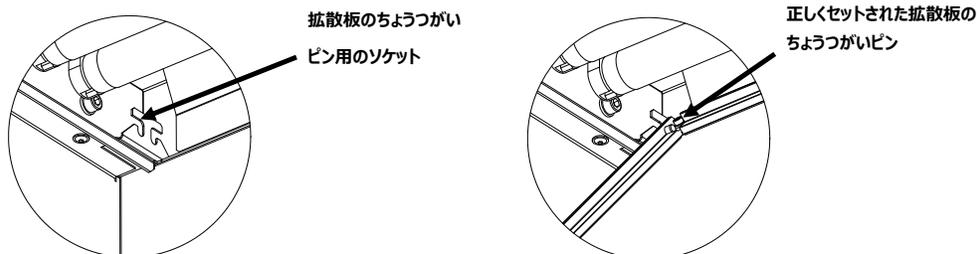

図9：ソケット
6. 光源装置本体後部の後角にある隙間のソケットの前に、後方の各角にある拡散板のちょうつがいピンを挿入します。(図9参照)